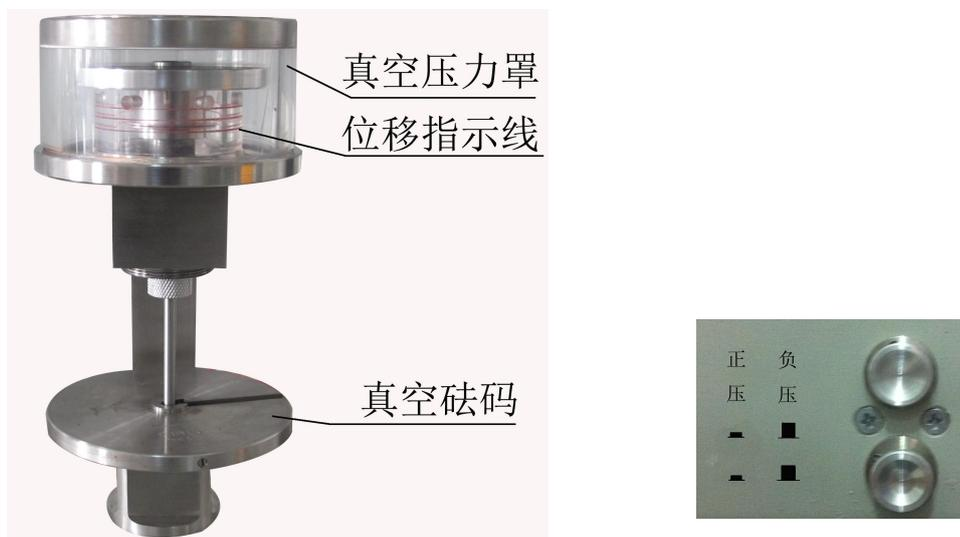

图 5
动活塞，转速大约为 (30-60) r/min，使活塞悬浮起来，可用调压器进行微调，当活塞杆红线在支撑套中间的红线位置附近时即可读数 (见图 5)。
b. 如图 5，卸掉正压压紧螺母，缓慢旋出正压压力罩，(注意不要硬拔，防止碰撞承重杆)；然后旋入真空压力罩即可。为了方便安装，可在真空压
c. 将换向阀的两个拉手**同时拉出**，直到拉不动为止，此时为负压测量状态（见图 5），**禁止在有压力的情况下推拉**。